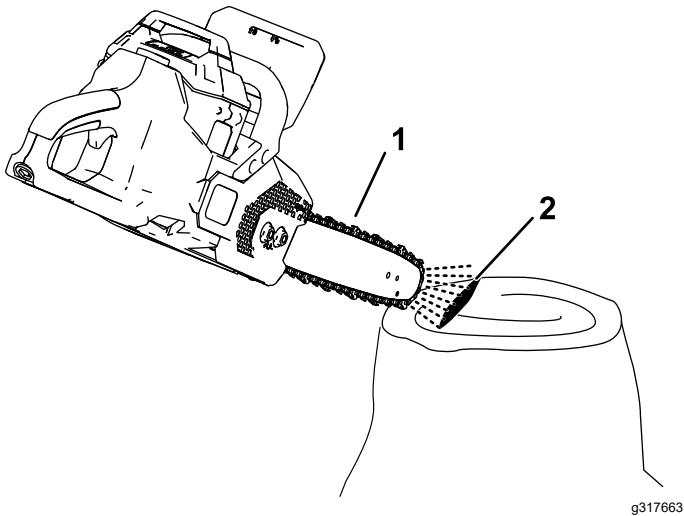

Figure 26
2. Pour vérifier que l'huile arrive jusqu'à la chaîne, pointez le nez de la tronçonneuse à quelques centimètres au-dessus d'une surface (papier, carton, souche, etc.) et démarrez la tronçonneuse ; une petite quantité d'huile devrait être pulvérisée sur la surface (Figure 26).